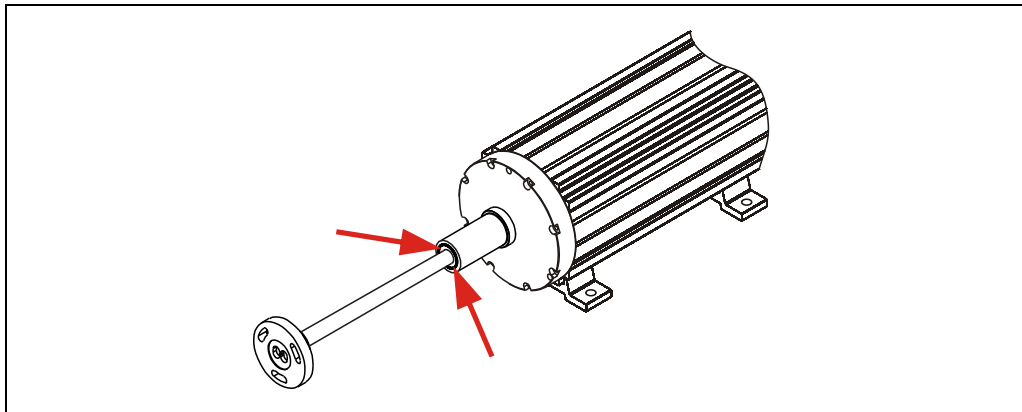

Abbildung 3: Schubstangen-Dichtungsring
- Mess-System vor eindringenden Flüssigkeiten schützen, Spritzwasser darf nicht direkt auf den Schubstangen-Dichtungsring gerichtet sein, siehe Abbildung 3.